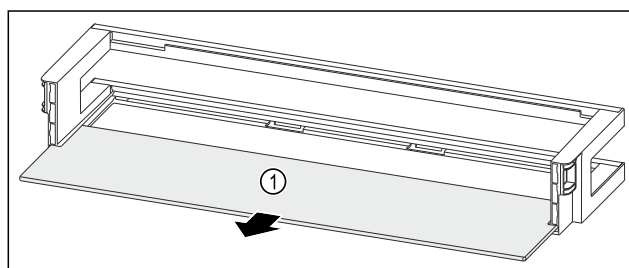

Fig. 263 Türabsteller mit Abstellfläche
- Abstellfläche Fig. 263 (1) entnehmen.